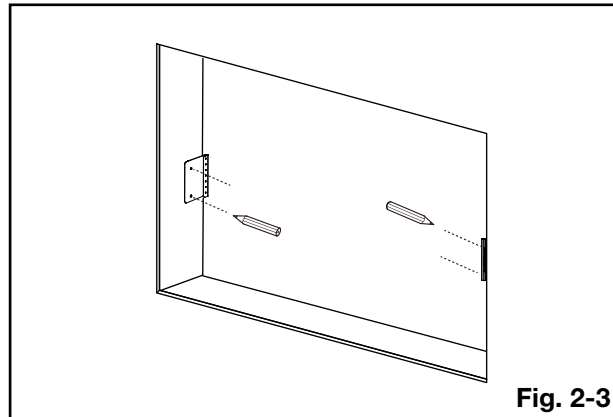

Fig. 2-3
- G.** Marquez les trous pour le support de montage. Assurez-vous que les trous marqués sont sur côtés opposés parce-que les supports ne peuvent pas être montés sur le même côté (**Fig. 2-3**).